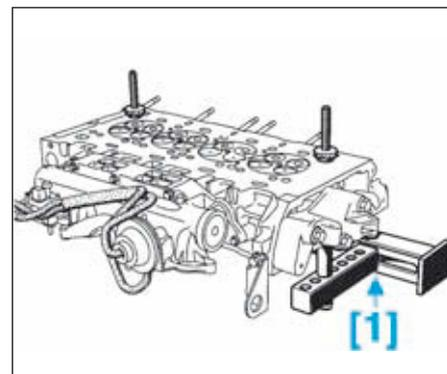

FIG.26
- Mettre en place la culasse sur le support culasse [1] (Fig.26).